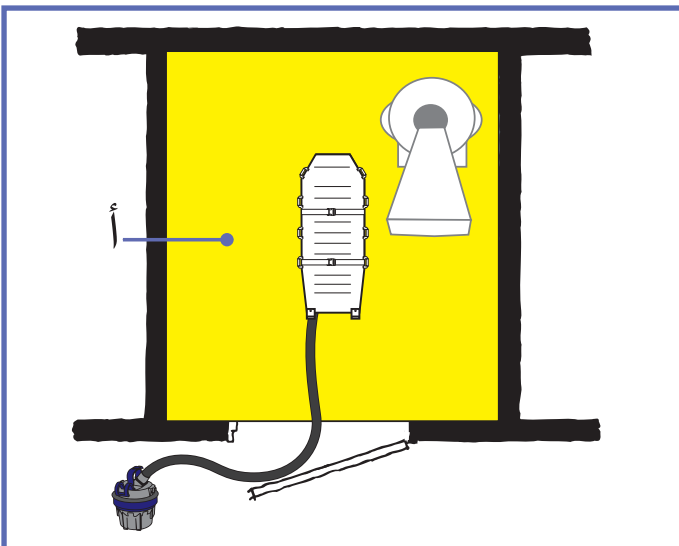

Fig. 9
Pass på at *Maxi Air*-luftforsyningen plasseres utenfor MR-miljøet (A) for å unngå fysisk skade på pasienten, se "Fig. 9".